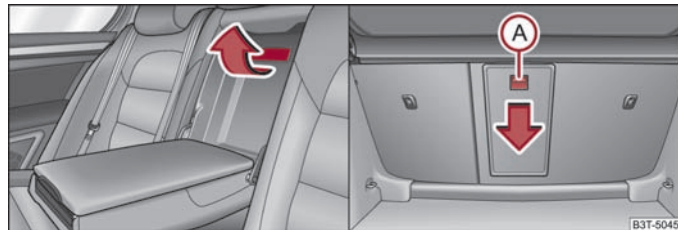

Abb. 116 Rücksitze: Griff des Deckels / Gepäckraum: Entriegelungstaste
- Ziehen Sie den Griff bis zum Anschlag nach oben und klappen den Deckel nach unten auf ⇒ **Abb. 116** - links.
- Schieben Sie die Entriegelungstaste **(A)** ⇒ **Abb. 116** nach unten und klappen den Deckel (mit Armlehne) nach vorn.